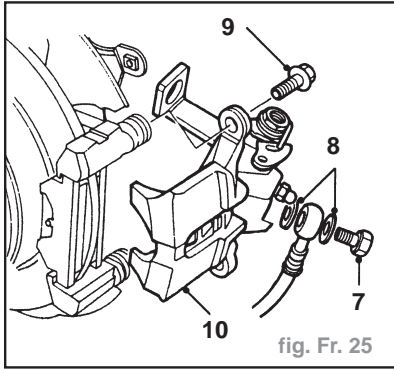

fig. Fr. 25
- Enlever le boulon (7) de raccord banjo du flexible de frein (fig. Fr. 25).
- Jeter les 2 rondelles d'étanchéité (8).